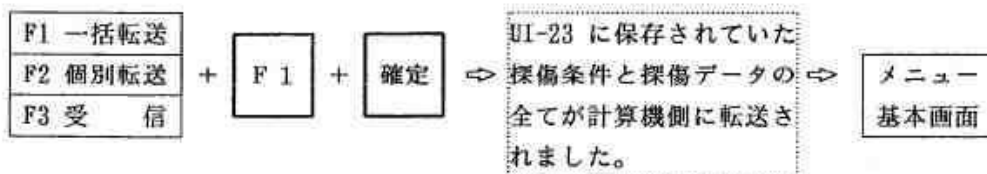

図 6.2.10 一括転送の操作方法
(1) 一括転送の場合の手順（図 6.2.10 参照）
- ① 選択キー【F1】を1回押し、続けて確定キーを1回押します。
- ② メニューエリアにはメニュー基本表示が表示されます。